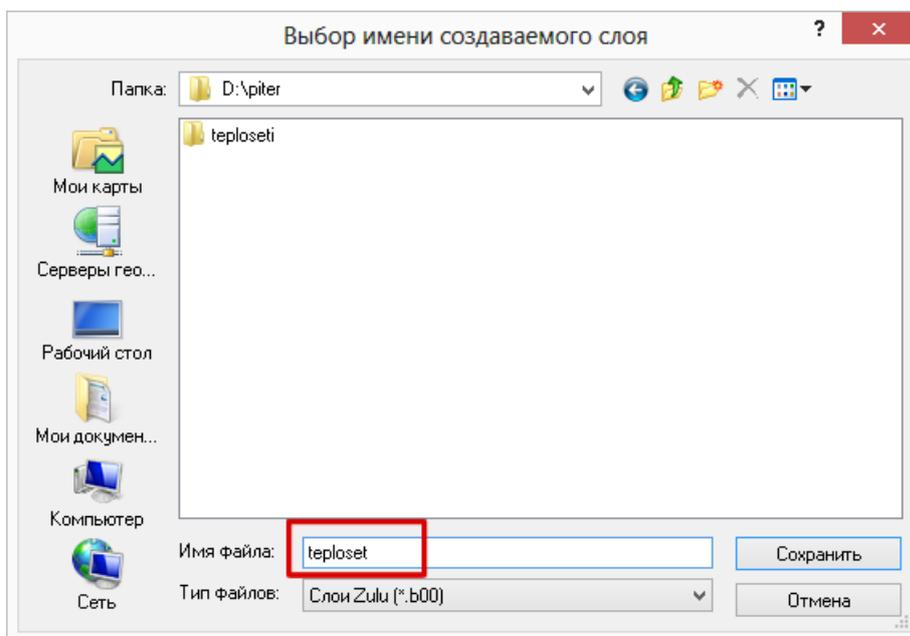

Рисунок 3.8. Окно создания файла тепловой сети
4. В строке Имя файла ввести имя файла латинскими символами (например **teploset**) и нажать кнопку Сохранить (см. Рисунок 3.8, «Окно создания файла тепловой сети»). Если будет выбрано имя файла уже существующего слоя, то в результате создания нового слоя существующий слой будет **уничтожен**, и вместо него создастся новый.
После создания слоя в папке тепловой сети сформировались файлы графической и семантической базы данных, созданные с именем заданным в окне Имя слоя (Рисунок 3.8, «Окно создания файла тепловой сети»), например, teploset. Имена таблиц и описателей баз данных образованы из имени слоя (teploset) и, например, названия объекта сети (istok), к которому они относятся (например, teploset_istok).